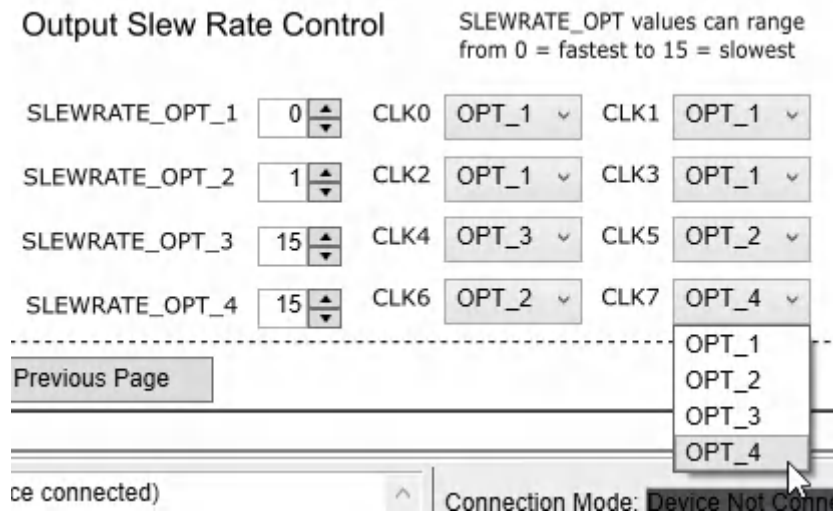

図 4-5. TICS Pro 2 の出力スルーレートの設定例
- a. 手順 1a の例に従って、CLK0、CLK1、CLK2、CLK3 のスルーレートを最も速くし、CLK4 と CLK7 のスルーレートを最も遅くし、CLK 5 と CLK6 のスルーレートを 2 番目に速くする場合は、図 4-5 に示すように、CLK0、CLK1、CLK2、CLK3 のドロップダウン メニューを OPT\_1 に、CLK4 と CLK7 を OPT\_3 または OPT\_4 に、CLK5 と CLK6 を OPT\_2 に設定します。他の 12 出力のスルーレートを設定するには、この手順を繰り返します。